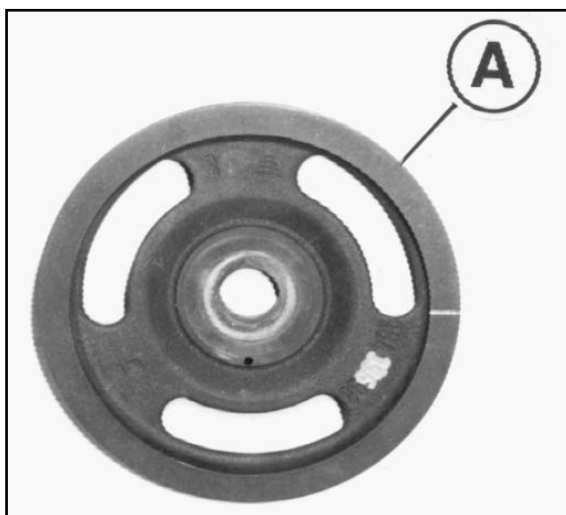

FIG. 3
– Smontare ed eliminare la puleggia motore (part. «A» di fig. 3) conservando il distanziale esistente fra puleggia e mozzo albero motore e la vite centrale di bloccaggio.
– Démontez et éliminer la poulie moteur (part. «A» de la fig. 3), en gardant l'entretoise existante entre la poulie et le moyeu de l'arbre du moteur et la vis centrale de blocage.
– Remove and discard the driving pulley (part «A» in Fig. 3) but keep the shim found between the pulley and the engine shaft hub as well as the central securing screw.
– Motorriemenscheibe (Teil «A» der Abb. 3) ausbauen und ausscheiden. Das zwischen Riemenscheibe und Motorwellennabe zwischengelegte Abstandstück und mittlere Blockierschraube aufbewahren.
– Desmontar y eliminar la polea motor (part. «A» de fig. 3) conservando el distanciador existente entre polea y cubo árbol motor y el tornillo central de bloqueo.